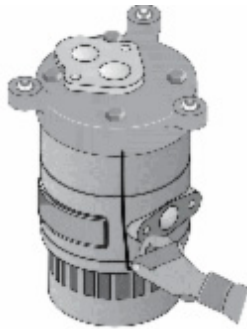

Figura 16
5. Dibuje una línea por el costado de la bomba con un marcador para facilitar la alineación durante el reensamblaje. Marque la bomba desde el motor hasta la voluta de la base (ver Figura 16).